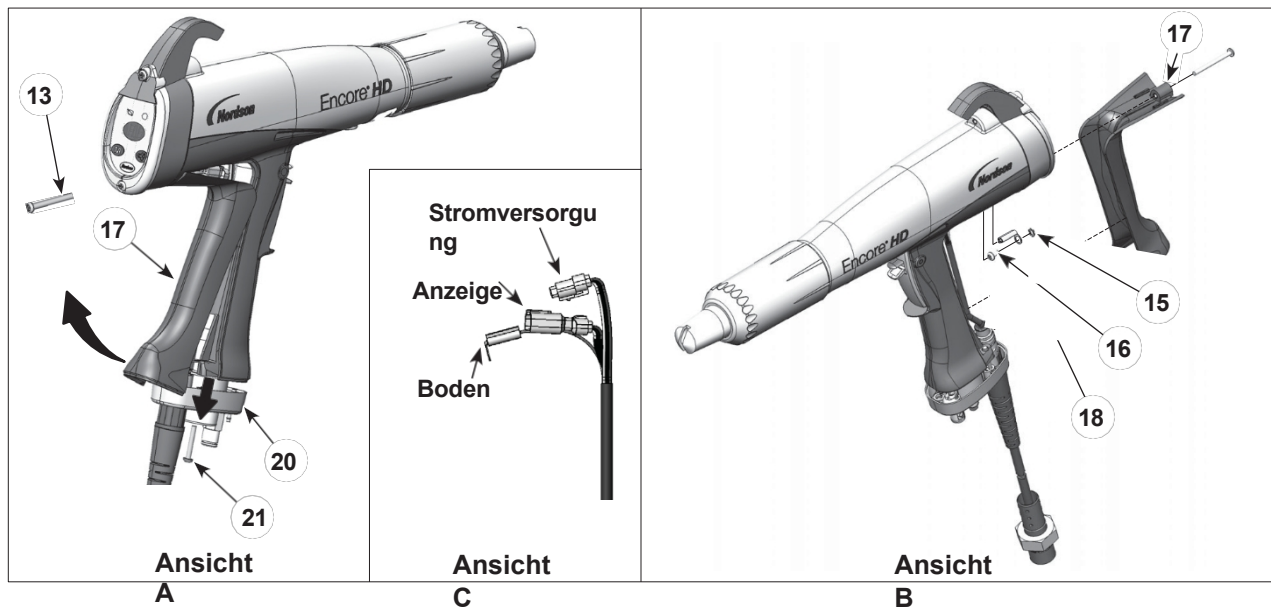

Abbildung 16 Austausch des Kabels
2. Siehe Abbildung 16, Ansicht A. Entfernen Sie die beiden M3 x 20 Schrauben (21), mit denen der Griffsockel (20) am Griff befestigt ist.
3. Entfernen Sie die untere Schraube M3 x 35 (13) aus dem Anzeigemodul.
4. Ziehen Sie die Basis so weit vom Griff weg, dass die Unterkante der Bodenplatte frei wird. (17) von der Basis aus.
6. Siehe Abbildung 16, Ansicht B. Entfernen Sie die Schraube M3 x 8, die Unterlegscheibe (16, 15) und die Erdungsklemme von der Erdungsplatte.
7. Entfernen Sie den Sicherungsring (18) vom Kabel.
8. Siehe Abbildung 16, Ansicht C. Ziehen Sie die Kabelstecker aus dem Griff. Führen Sie einen kleinen Schraubendreher mit flacher Klinge in die Schlitz der Stromversorgungs- und Displaystecker ein, um die Verriegelung zu lösen und die Stecker zu trennen.
1. Siehe Abbildung 16. Führen Sie ein neues Kabel durch den Griffsockel und bringen Sie dann den Sicherungsring (18) am Kabel an, um es zu fixieren.
3. Verbinden Sie die Kabelklemme mit der M3 x 6 Schraube und der Sicherungsscheibe (16, 15) mit der Erdungsplatte (17).
6. Drücken Sie den Griffsockel (20) gegen den Griff und die Bodenplatte und ziehen Sie die beiden Schrauben M3 x 20 (21) im Sockel fest an.
7. Bringen Sie die Schraube M3 x 35 (13) an der Unterseite des Anzeigemoduls wieder an.